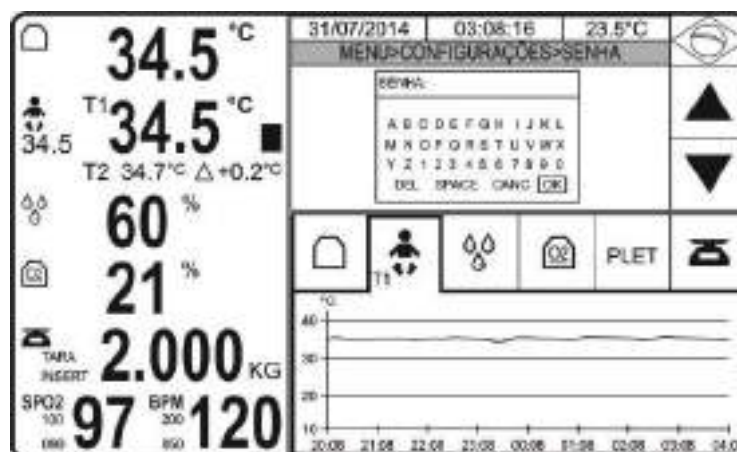

Figura 205 – Menu Configurações - Senha
- Para preencher os dados, basta utilizar o botão rotativo para percorrer os caracteres e para inseri-lo, basta pressionar o botão rotativo e seguir para o próximo caractere, conforme figura 205.